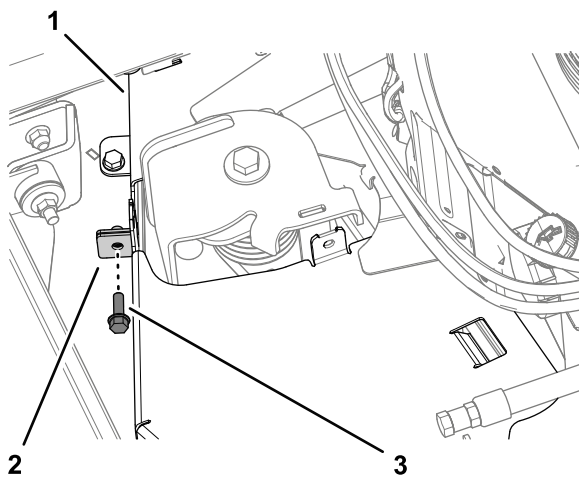

Figura 6
2. Rimuovete il bullone che fissa le flange del copricinghia come illustrato nella Figura 6.